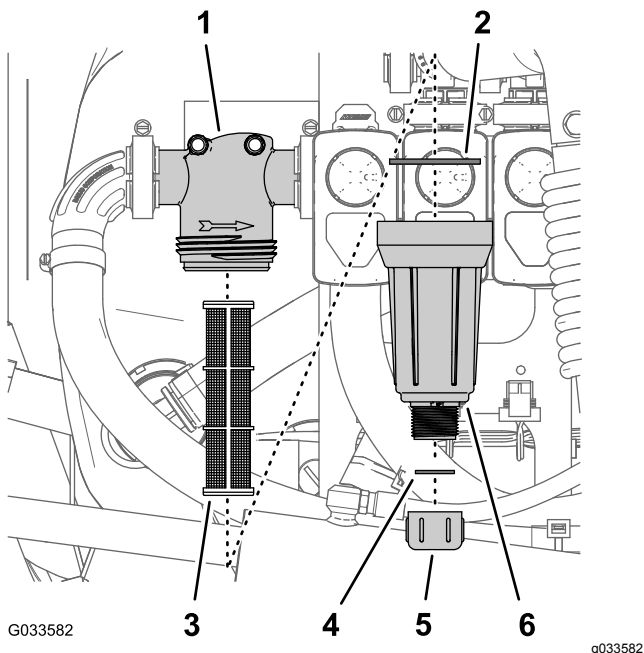

図 97
2. 圧力フィルタの下に受け容器をおく図 97。
3. 圧力フィルタのボウルについているドレンキャップを左に回して外す 図 97。
4. ボウルを左に回してフィルタヘッドを外す 図 97。
5. 圧力フィルタエレメントを外す 図 97。
7. ドレンプラグのガasketボールの内側とボウルのガasketフィルタヘッドの内側に傷や破損がないか点検する 図 97。
8. 圧力フィルタエレメントをフィルタヘッドに取り付ける 図 97。
9. フィルタヘッドにボウルを取り付けて手締めする 図 97。
10. ボウルの底部のフィッティングにドレンキャップを取り付けてキャップを手締めする 図 97。